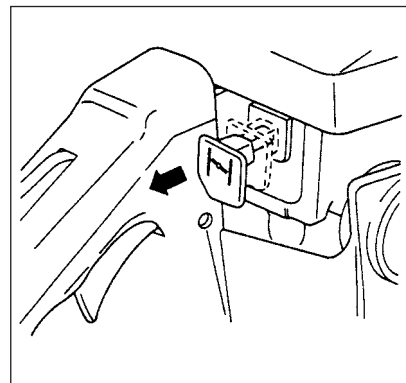

Fig. 2-3
2. Tirer complètement le bouton de l'enrichisseur pour le placer en position starter. Cette opération permettra de verrouiller automatiquement le papillon du carburateur dans la position de démarrage. (Fig. 2-3)